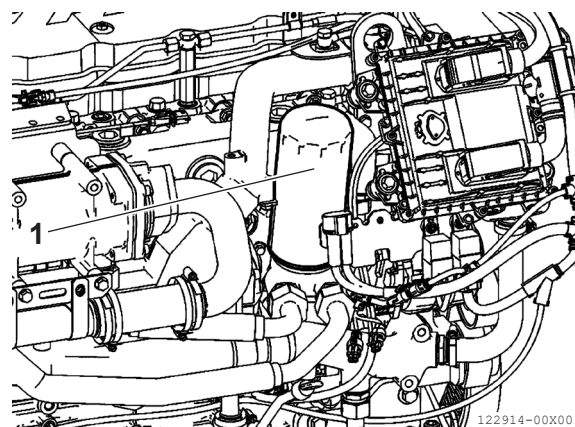

Figure 8
- Placez un récipient sous le support du filtre (**Figure 8, (1)**) pour recueillir l'huile usagée.